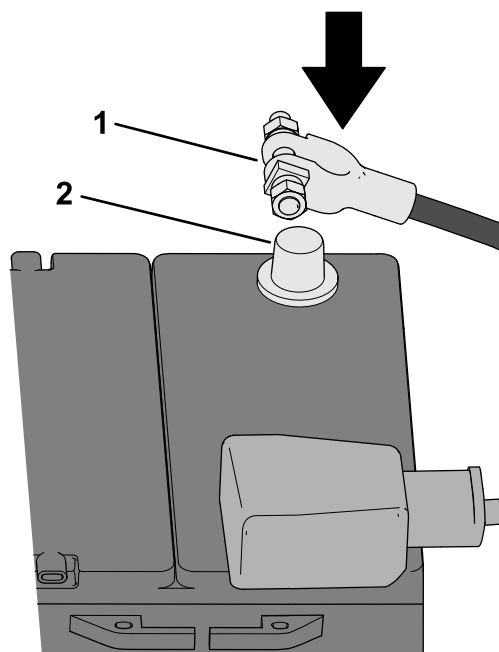

Figura 7
3. Conecte el cable negativo (-) de la batería al borne de la batería (Figura 7).